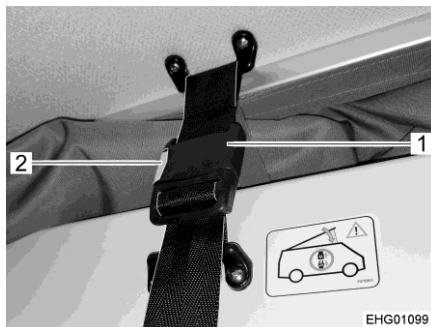

Fig. 35 Verrouillage (toit relevable)
- Ouvrir la houssette (Fig. 35,1). Appuyer pour ce faire sur le bouton poussoir rouge (Fig. 35,2).